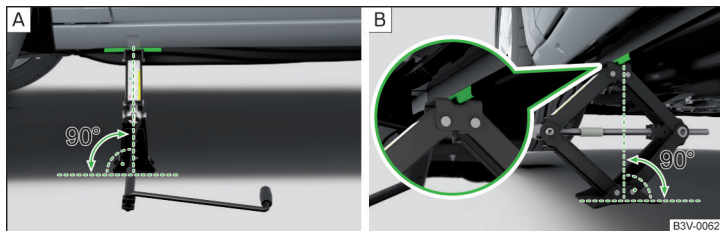

Fig. 341 Colocar el gato
- » Apoye la placa de base del gato con toda la superficie en un suelo recto de la manera que el gato se encuentra en posición vertical respecto a la travesa de toma » fig. 341 - **A**.
- » Gire el gato con la manivela hacia arriba hasta que la garra se encuentre en el larguero » fig. 341 - **B**.